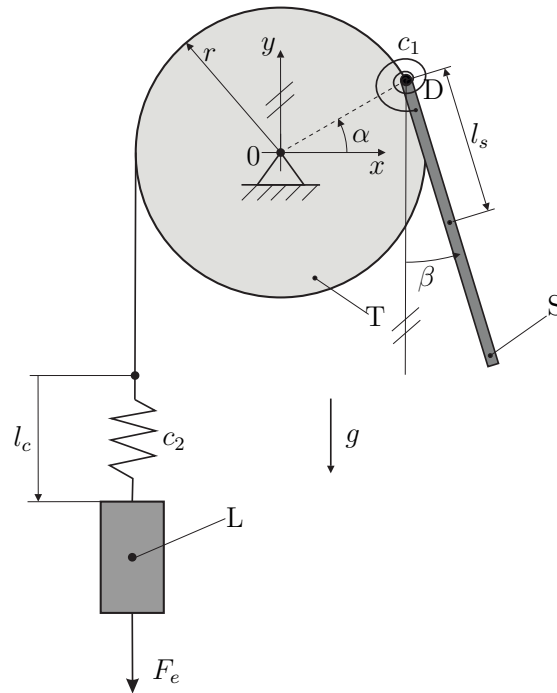

Abbildung 2: Seiltrommel mit elastisch angebundener Last.
2. Ein Stab S (Masse m_s , Trägheitsmoment bezogen auf den Schwerpunkt θ_s , Schwerpunktsabstand l_s) ist, wie in Abbildung 2 dargestellt, im Gelenk D auf einer Seiltrommel T (Trägheitsmoment θ_t , Radius r) drehbar gelagert montiert. Zusätzlich befindet sich zwischen dem Stab S und der Seiltrommel T eine Drehfeder mit der Federsteifigkeit c_1 und der entspannten Lage ($\alpha = 0$, $\beta = 0$). Die Seiltrommel T ist im Koordinatenursprung 0 drehbar gelagert. Über ein Seil und eine lineare Feder (Federsteifigkeit c_2 , entspannte Länge $l_c = l_{c,0}$) ist die Last L (Masse m_L) mit der Seiltrommel T verbunden. An der Last L wirkt eine externe Kraft F_e in negativer y -Richtung. Der Radius r der Seiltrommel kann als konstant und das Seil als masselos angenommen werden. Die Reibung in den Drehgelenken kann vernachlässigt werden. Betrachten Sie die folgenden Größen als gegeben: $r, l_{c,0}, l_s, m_L, m_s, \theta_s, \theta_t, c_1, c_2$. 10 P.]